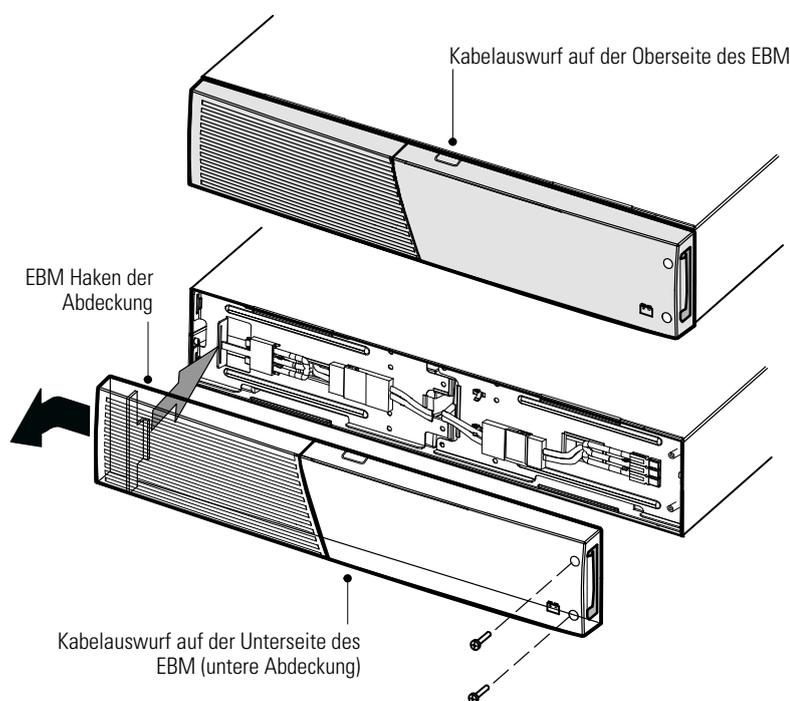

Abbildung 27. Entfernen der EBM Frontplatte
1. Entfernen Sie die Frontblende jedes einzelnen EBM (siehe Abbildung 27).
5. Entfernen Sie Frontblende jedes neuen EBM (siehe Abbildung 27).
6. Entfernen Sie bei dem unteren (oder einzigen) EBM nur den Kabelauswurf an der Oberseite der Abdeckung (siehe Abbildung 27),
7. Falls Sie mehrere neue EBMs installieren, entfernen Sie jeweils den Kabelauswurf an der Ober- **und** Unterseite der Frontblende jedes einzelnen EBM (siehe Abbildung 27).
Überprüfen Sie vor dem Wiedereinsetzen jeder Frontblende, ob die Kabel durch die Auswürfe an der EBM Abdeckung verlegt sind. Schieben Sie die Abdeckung dann von rechts nach links, bis sie in die Befestigung an der linken Seite des EBM Gehäuses einrastet. Setzen Sie die beiden Schrauben an der rechten Seite der Frontblende wieder ein. Siehe Abbildung 27 auf Seite 50.